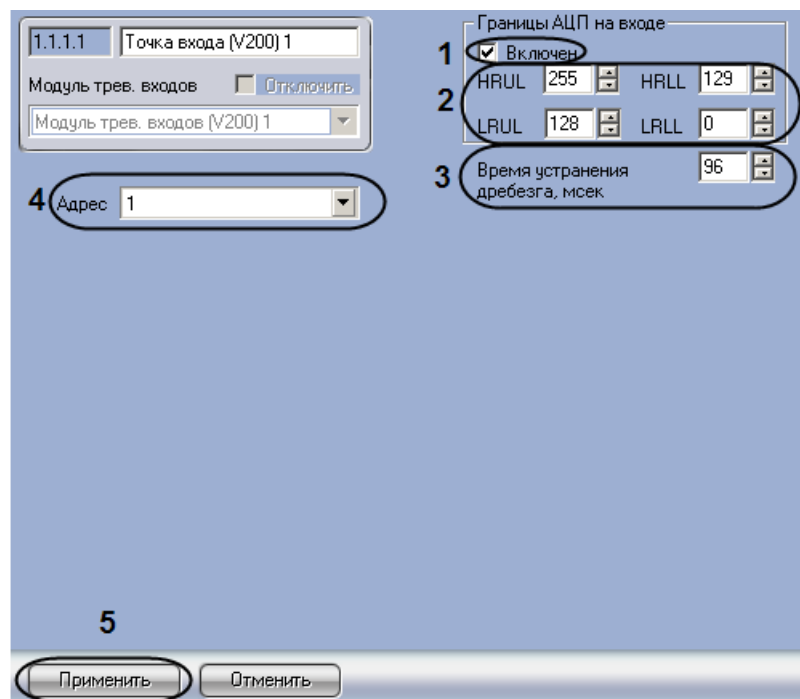

Рис. 3.8—5 Настройка точек доступа интерфейсных модулей V200, V300
2. Если точка входа активна, необходимо установить флажок **Включен** (см. Рис. 3.8—5, 1).
3. Настроить ограничения точки доступа (см. Рис. 3.8—5, 2) (см. раздел *Настройка ограничений в ЭСПЗУ*).